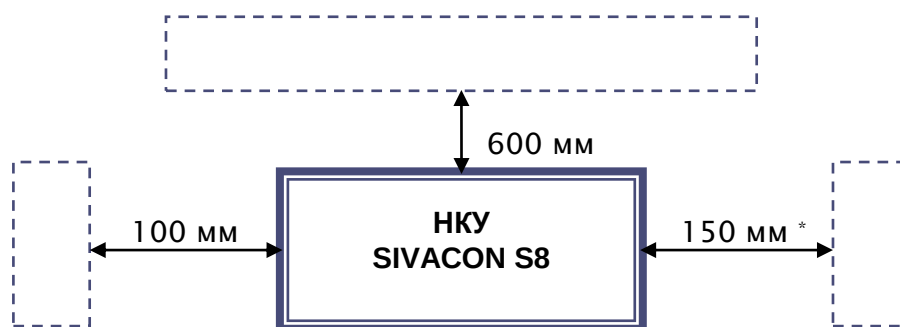

Рисунок 14
- При установке НКУ SIVACON S8 одностороннего обслуживания (при заднем подключении кабеля/шин) должны соблюдаться следующие минимальные расстояния от НКУ SIVACON S8 до стен помещений (см. рисунок 14):